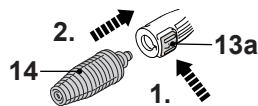

Fig. 13
2. Presione el botón de liberación (13a) y conecte la boquilla rotativa (14) a la lanza extensible (13). Suelte el botón (13a) para que la boquilla quede bloqueada en su sitio (Fig. 13).
3. Pruebe a tirar de la boquilla (14) para asegurarse de que ha quedado correctamente fijada en su sitio. No deberá soltarse de su conexión.